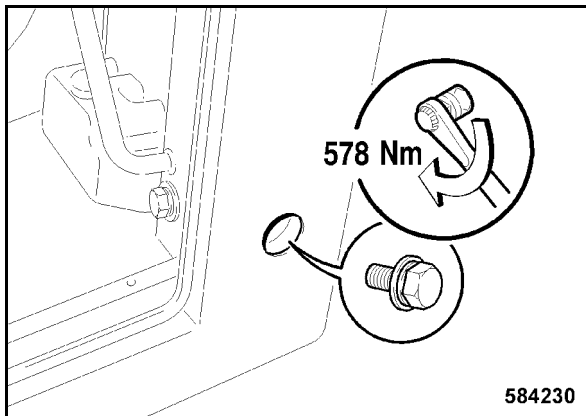

Fig. 245
- El tornillo de fijación trasero, lateral de la izquierda hay que apretar con 578 Nm (Fig. 245).